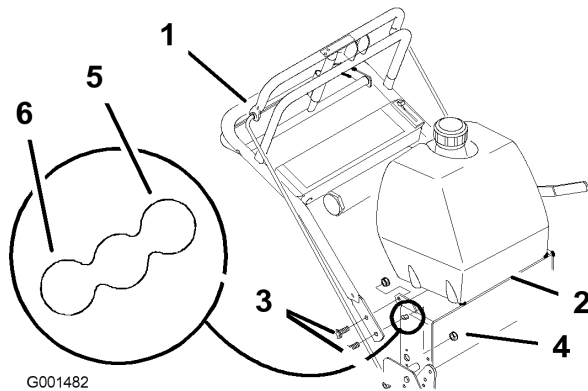

Figure 20
- Desserrez les boulons à embase supérieurs ((3/8 x 1 inch)) et l'écrou à embase de fixation du guidon au bâti arrière (Figure 20)
- Retirez les boulons à embase supérieurs ((3/8 x 1 inch)) et les écrous à embase de fixation du guidon au bâti arrière (Figure 20)